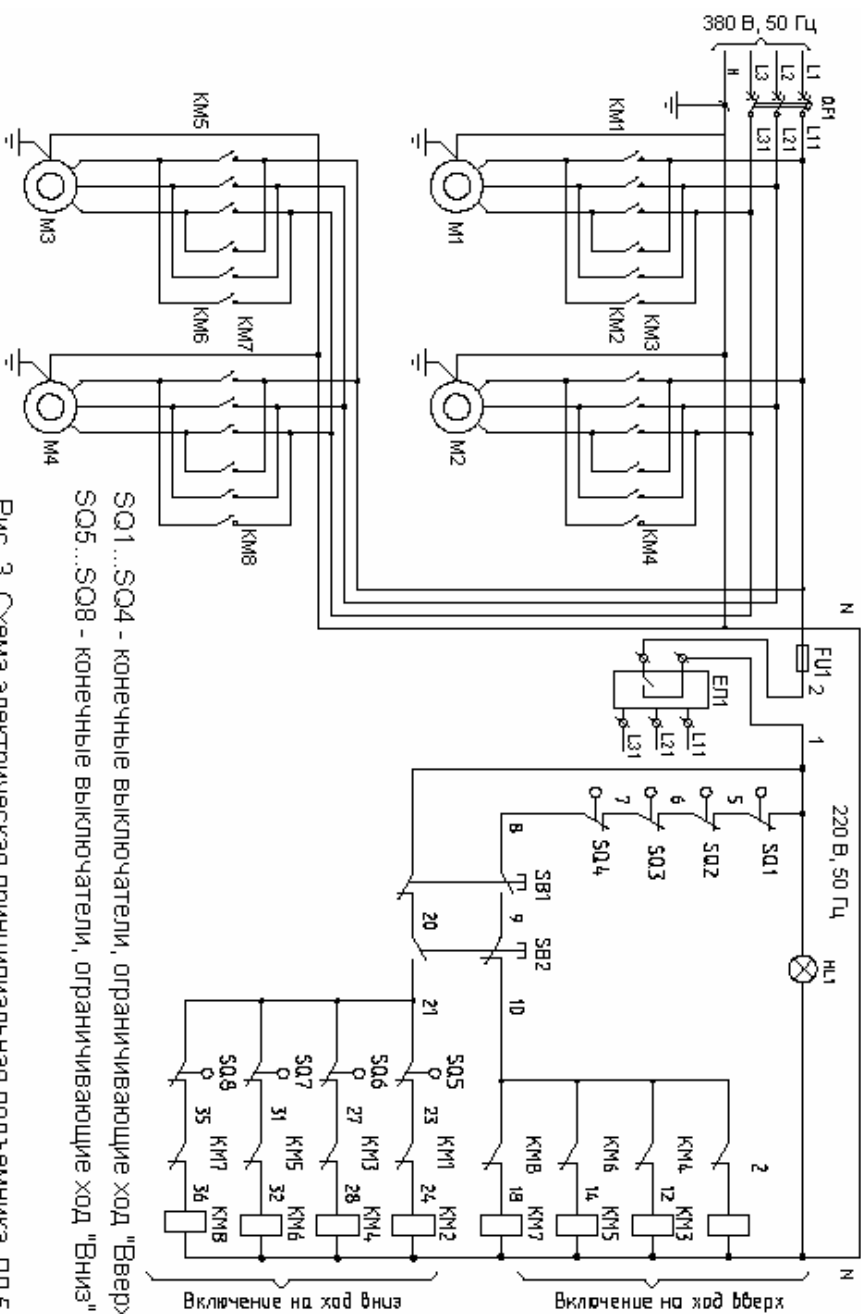

Рис. 3. Схема электрическая принципиальная подьемника ПЛ-5
4.4. Описание работы схемы электрической принципиальной (см. Рис.3).